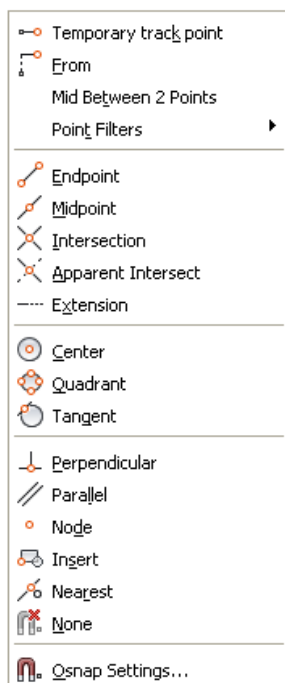

Рис. 2.14
- *об'єктної прив'язки* – викликається при клацанні правою кнопкою мишки й одночасному натисненні клавіші Shift, дозволяє вибрати або настроїти режими об'єктної прив'язки і включити координатний фільтр (рис. 2.14);